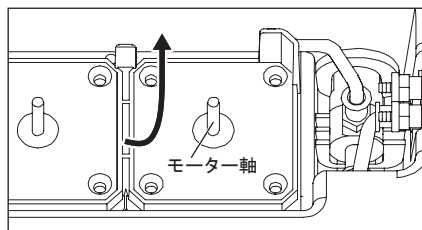

図42
- ・モーター軸の汚れや水分を拭き取る際は、図42のように根元から拭きあげてください。